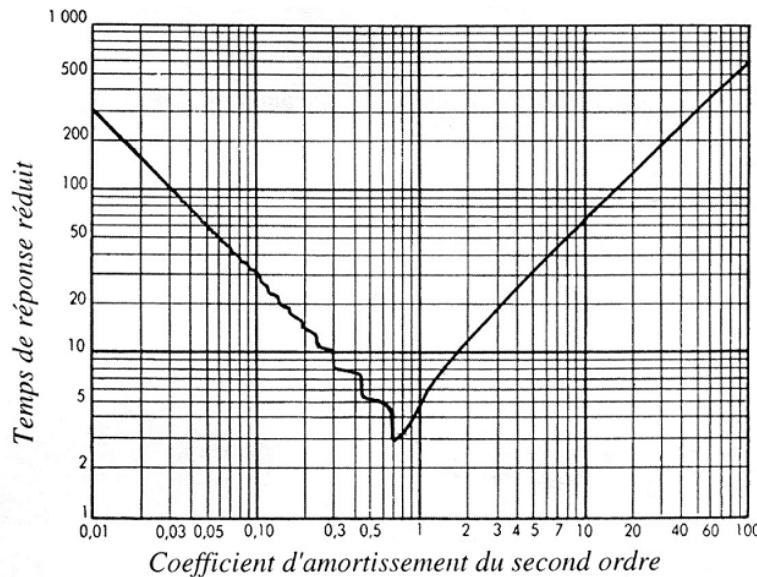

Figure 5 –  $t_{r5\%} \cdot \omega_n = \text{fonction}(z)$
**Question 19 :** Donner alors cette valeur de  $t_{r5\%}$ . (Vous utiliserez la courbe figure 5 donnant le temps de réponse réduit  $t_{r5\%} \cdot \omega_n$  en fonction du coefficient d'amortissement  $z$ ).
**Question 34 :** Déterminer les valeurs numériques de  $K_0$ ,  $\omega_n$  et  $z$ , en expliquant votre démarche (voir les figures 5 et 6).
**Question 35 :** Déterminer le temps de réponse à 5%, en expliquant votre démarche (voir les figures 5 et 6).